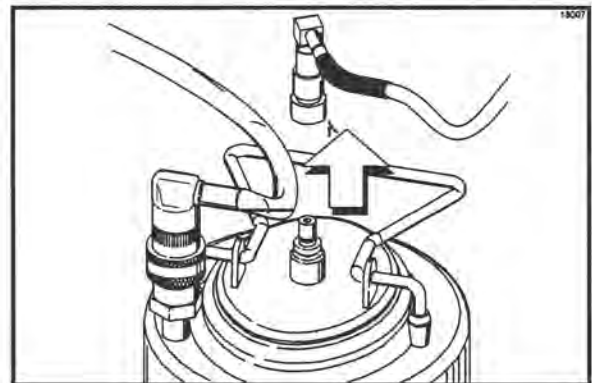

Figura 58
**Llenado de los tanques de jarabe:** Mueva hacia atrás el collarín del conector de desconexión rápida de la línea de aire. Permita que la presión neumática escape del tanque de jarabe. (Vea la figura 58.)